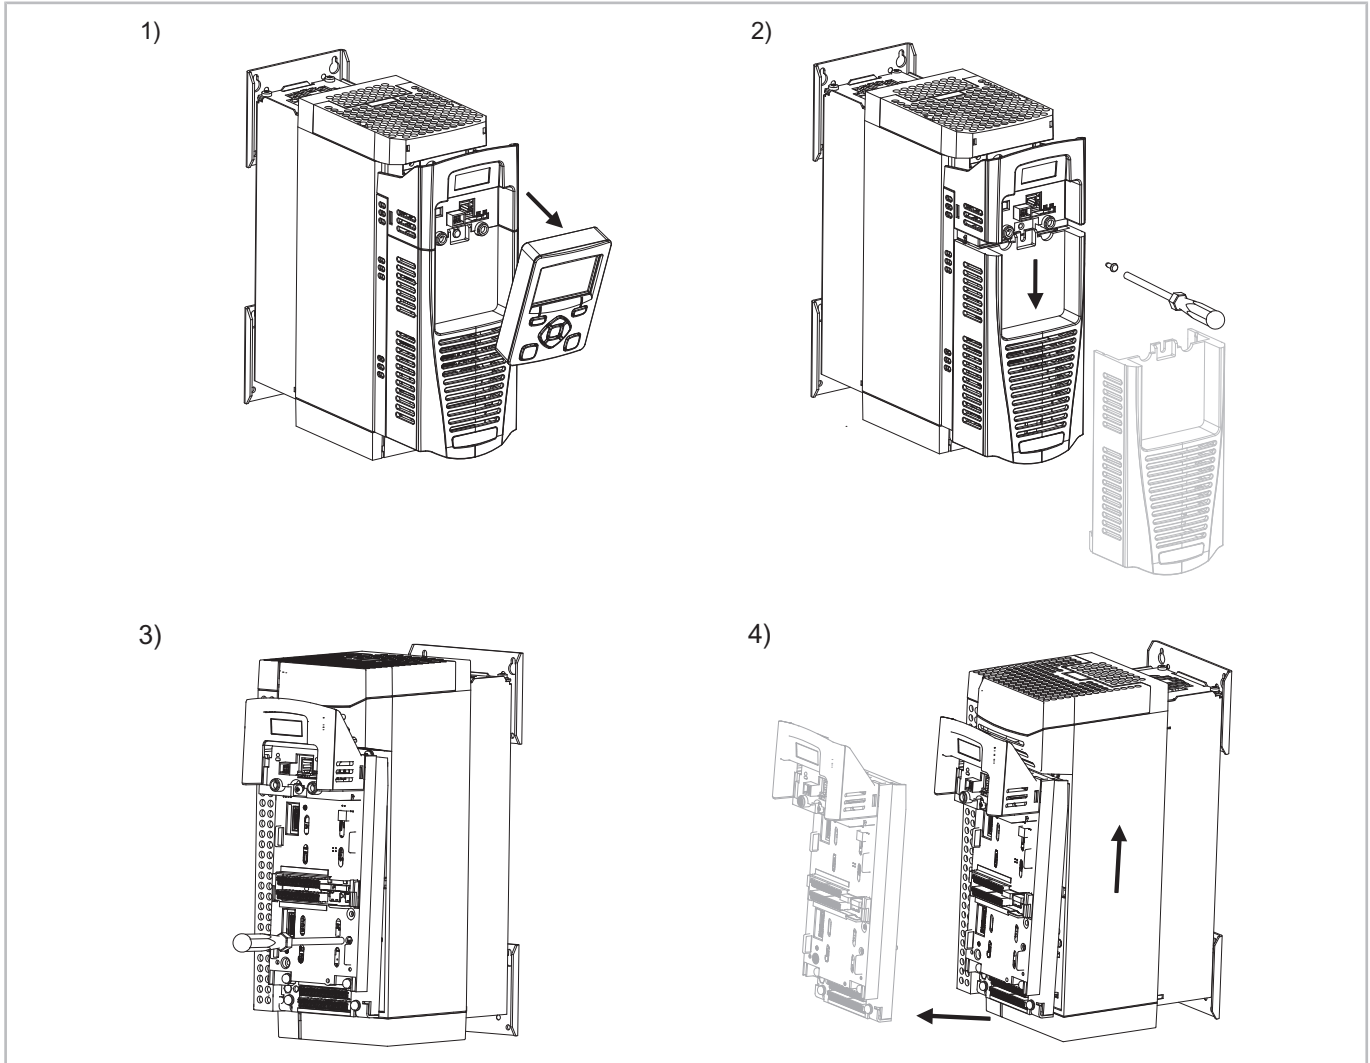
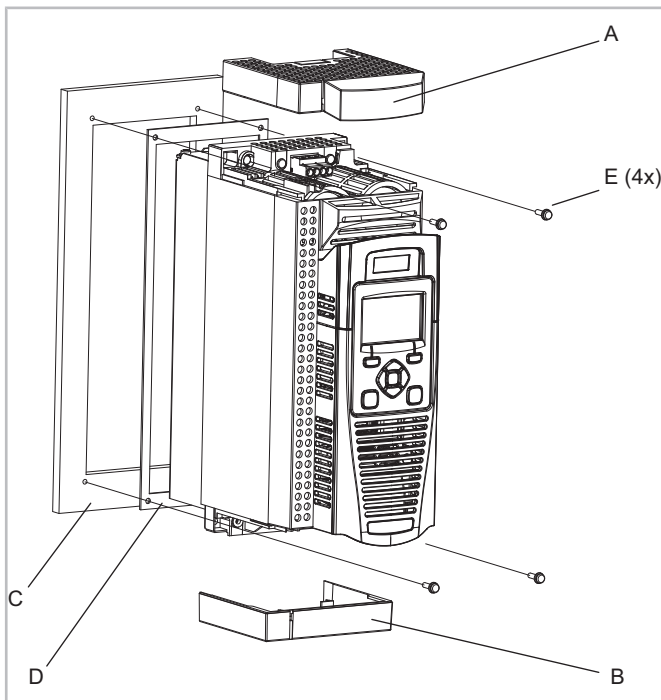

Fig. 7: Démonter le module de contrôle
Fig. 8: Vue détaillée montage traversant (à l'exemple du FDU)
Explications en images voir figure 7, page 94 et voir figure 8, page 95.
Pour que, sur ces types, le couvercle supérieur du corps puisse être coulissé vers l'avant et démonté, il faut d'abord démonter le module de contrôle (voir figure 7, page 94).
Démonter le module de contrôle (voir figure 7, page 94) :
Sur ces types, il n'est pas nécessaire de démonter le module de contrôle pour pouvoir retirer le couvercle supérieur du corps (voir figure 8, page 95).
- Insérer le tournevis dans la fente du couvercle inférieur du corps (B) et pousser légèrement vers la gauche. Le verrouillage se défait.
- Dans un sachet supplémentaire : Apposer le joint (D) intégré à la livraison autour du convertisseur de fréquences de telle manière que l'espace libre entre la paroi de l'armoire électrique (C) et le convertisseur de fréquences soit entièrement étanchéifié.
- Monter le convertisseur de fréquences VARIPACK à l'aide de 4 vis de fixation (E) à la paroi de l'armoire électrique (voir figure 8, page 95).
coulissé vers l'avant et démonté, il faut d'abord démonter le module de contrôle (voir figure 7, page 94 et voir page 93).